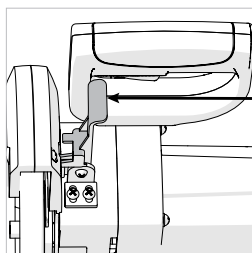

Рис. 17
- Нажмите на рычаг блокировки нижнего защитного кожуха, чтобы разблокировать режущий блок (**рис. 17**).